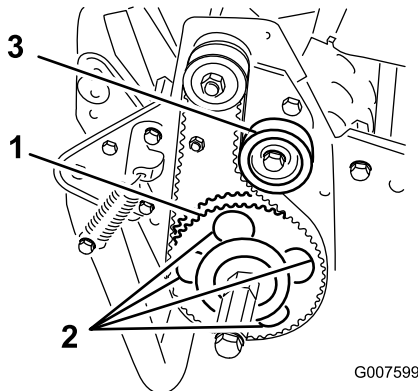

Figure 51
7. Tournez la poulie menée jusqu'à ce que les trous se trouvent en face des 4 vis à embase du roulement du rouleau (Figure 51).
11. Réglez la tension de la courroie et serrez la vis de fixation de la poulie de tension (Figure 51).